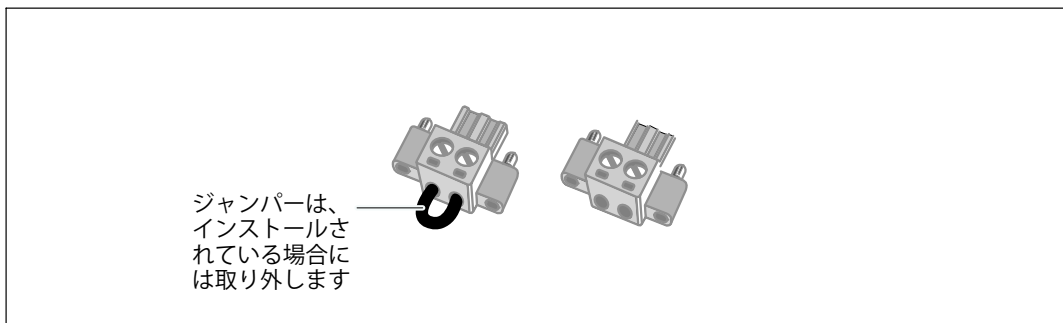

図 16. REPOコネクタ
**注記：** REPOコネクタに取り付けられているジャンパーがないことをご確認ください。ジャンパーが取り付けられている場合は、REPOポートに接続する前に取り外してください。図 16をご参照ください。